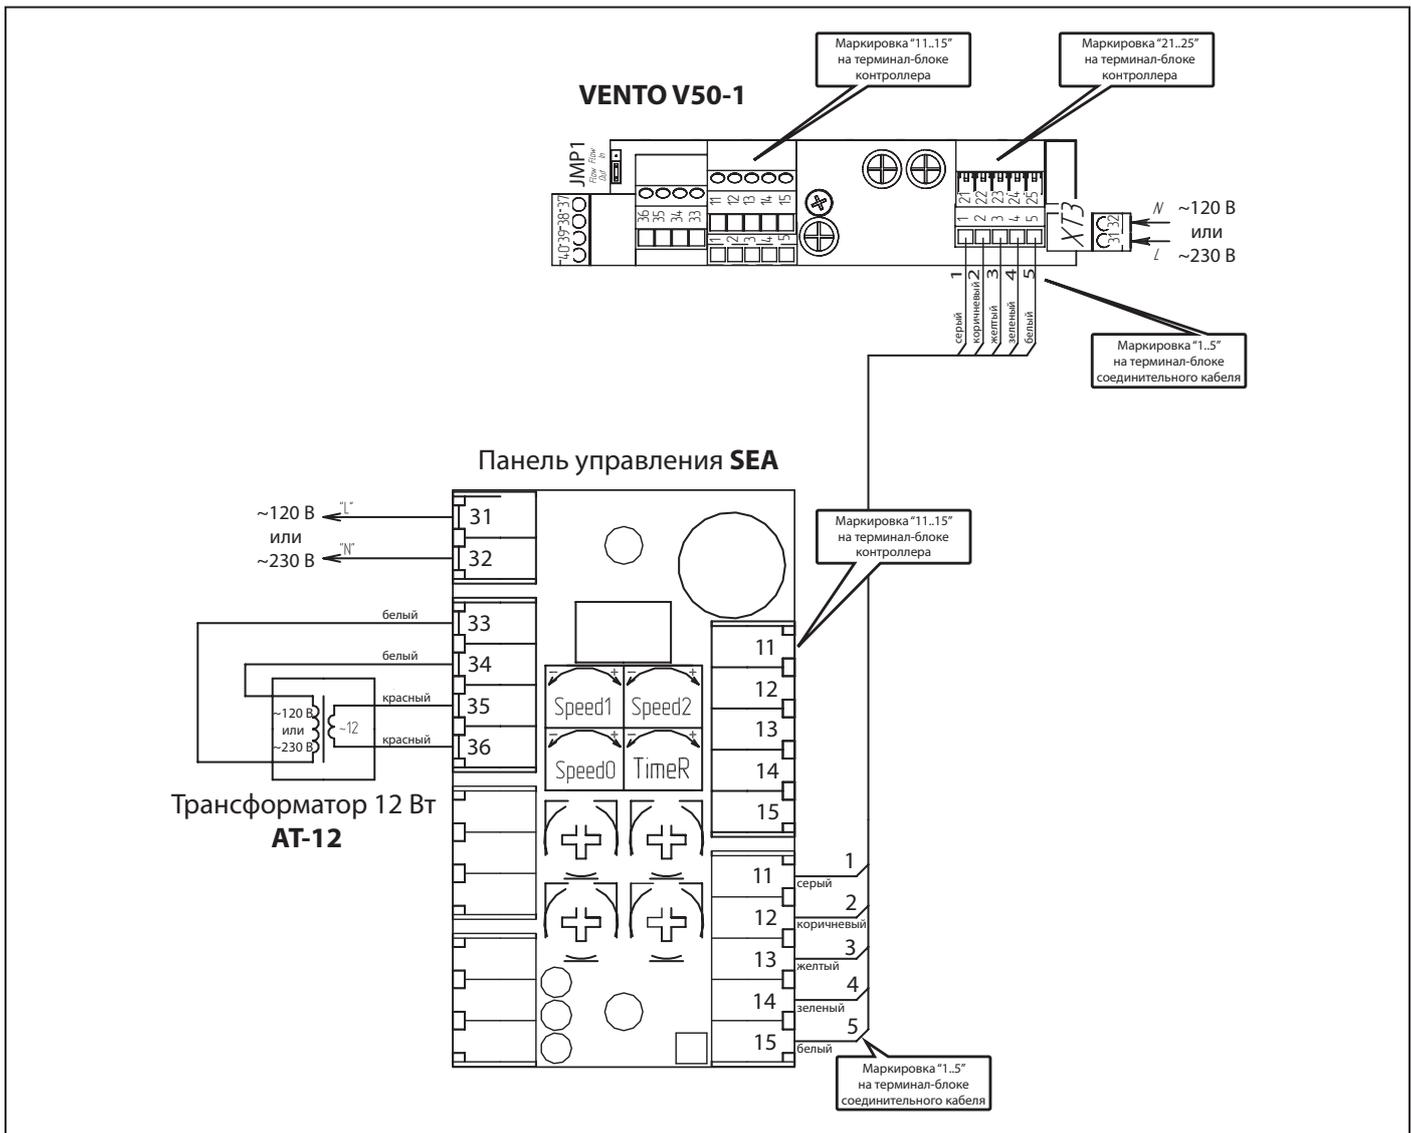

Рис. 24. Общая схема подключения установки VENTO V50-1 к панели SEA
* - направление воздуха зависит от положения переключки JMP1 на плате управления установки (по умолчанию установлена на приток) (см. рис. 24).
Общая схема подключения установки к панели SEA показана на рис. 24. Для подключения установки VENTO V50-1 в панели SEA используется два канала управления. Такое конструктивное решение позволяет выбрать гибкий алгоритм работы при подключении нескольких установок.